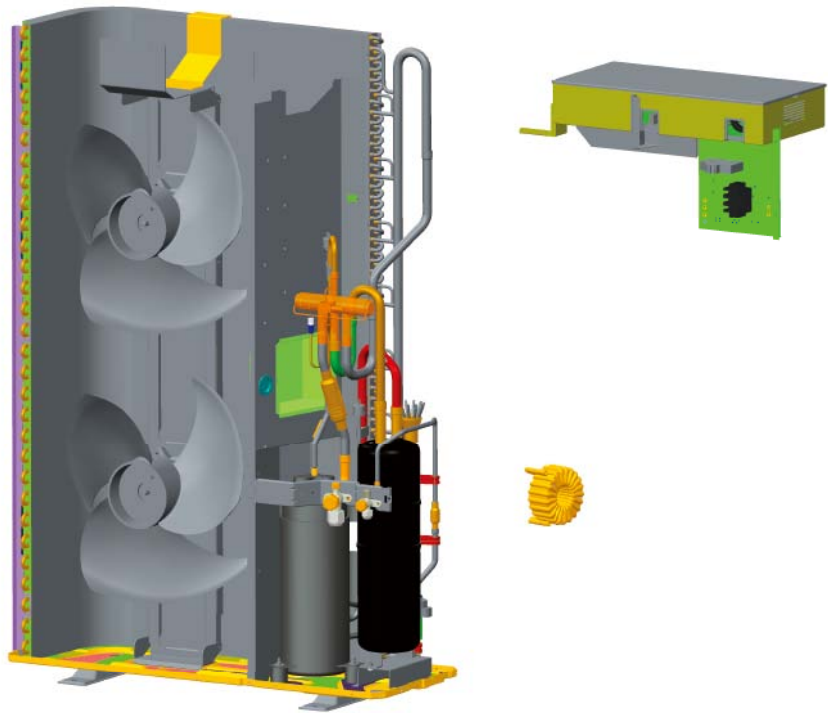

Fig.8
- Afloje los tornillos y sacar el conjunto de componentes electricos (Fig. 8)